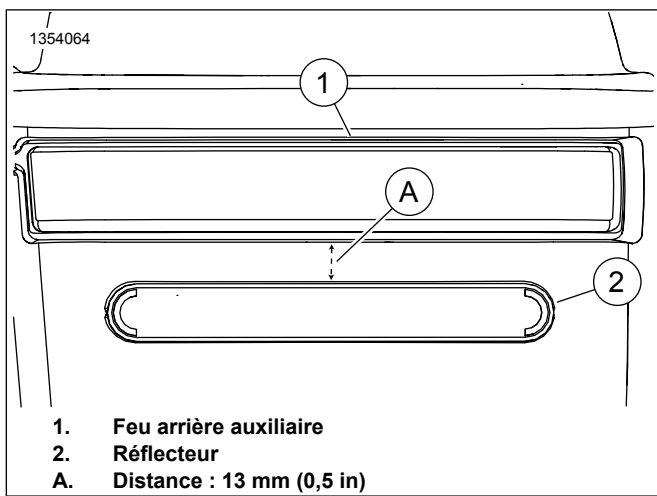

Figure 9. Emplacement du réflecteur
- b. Voir Figure 9 . Placer le réflecteur (2) en le centrant à l'arrière de la sacoche, Distance : 13 mm (0,5 in) en dessous du feu arrière auxiliaire (1).